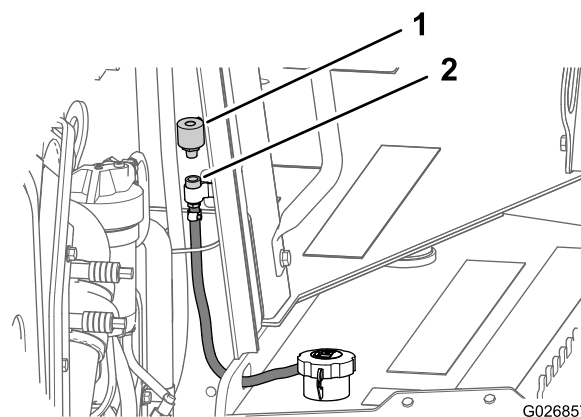

Figura 78
2. En el lado delantero del compartimiento del motor, retire el respiradero del acoplamiento de tubo girando el respiradero en sentido antihorario (Figura 78).
3. Instale un respiradero nuevo en el acoplamiento del tubo y apriételo a mano solamente (Figura 78).